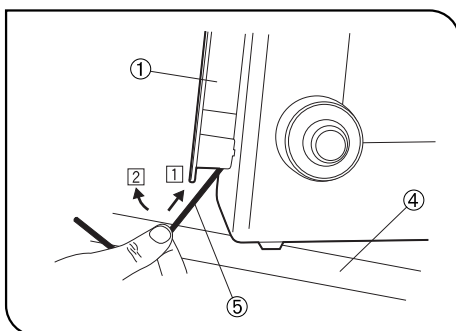

Abb. 27
Das Mikroskopstativ zur Tischkante schieben ④, einen Sechskant-Steckschlüssel ⑤ am unteren Teil der Kabelaufhängung ① ansetzen, und die gesamte Aufhängung zum Entfernen nach oben ziehen, indem der Sechskant-Steckschlüssel in die Richtungen ① und ② gedrückt wird. (Abb. 27)